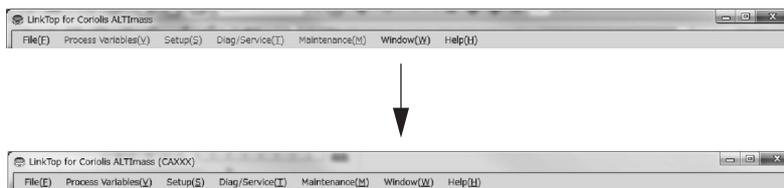

図13
- ⑨ 接続が完了すると図13のように、画面上部のメニューのうち、使用不可であったものが使用可能(メニューの文字が黒)となります。